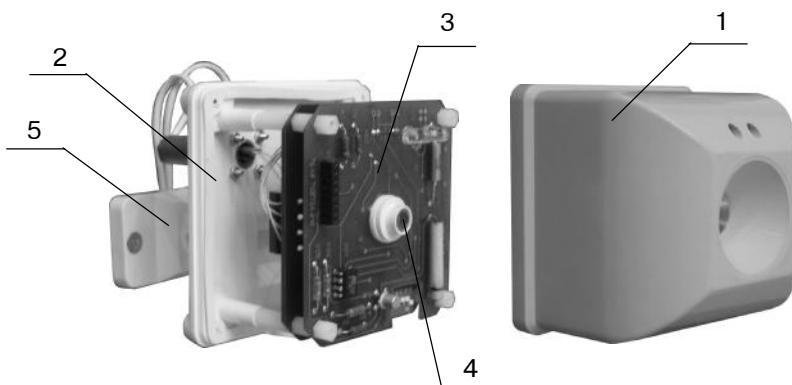

Рис. 39 Конструкция ПП-А
ПП-А представляет собой единую конструкцию (рис.39), состоящую из блока обработки сигналов и корпуса (1). Блок обработки сигналов состоит из основания (2) и печатных плат (3). К верхней печатной плате припаян фотоприемник (4). К основанию (2) винтом крепится кронштейн (5).